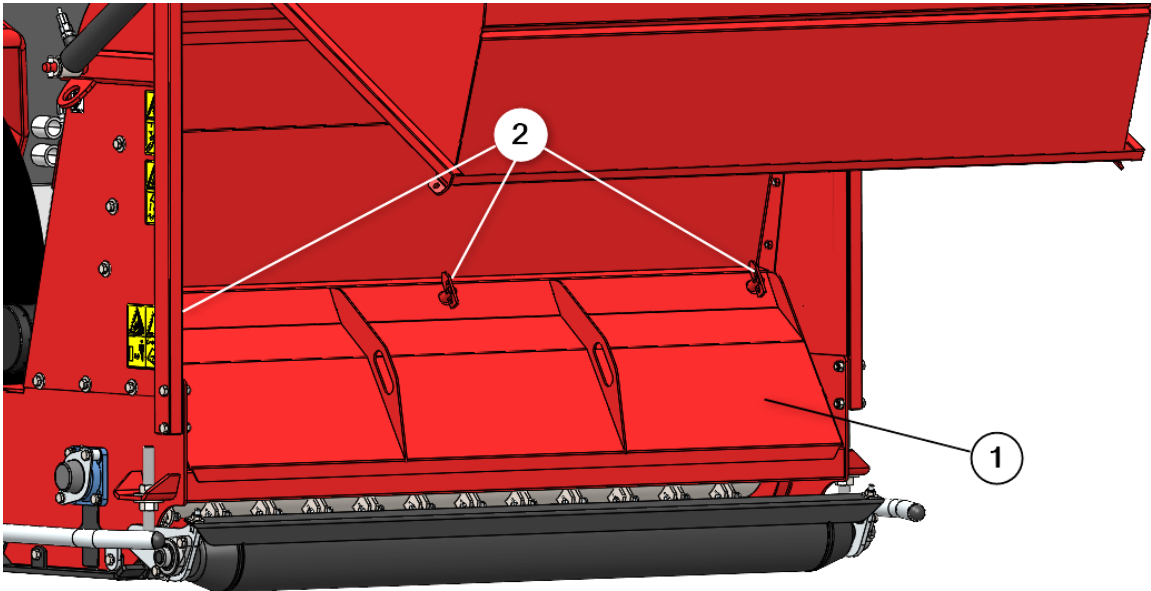

Fig. 10
5. Accédez à la trémie et retirez le capot d'entretien (1) en déverrouillant les loquets (2), (Fig. 10).
11. Une fois l'opération terminée, fermez le capot d'entretien (1) et verrouillez les loquets (2), (Fig. 10).